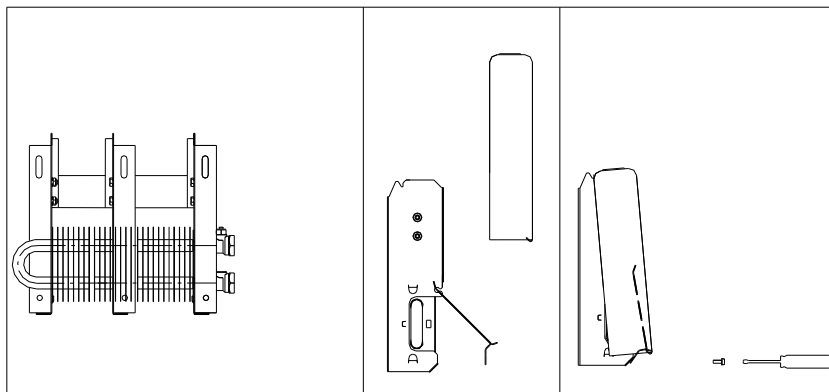

Рис. 4
Разметить на стене по кронштейнам изделия места крепления РКН(Н,П)-М T2(slim)(см. рис.4).
5.6. Навесить кожух на кронштейны, завести нижний край отсечной планки за загиб кожуха снизу. Прижать отсечную планку к кронштейнам. Зафиксировать кожух с прижимной планкой винтами рис.4.